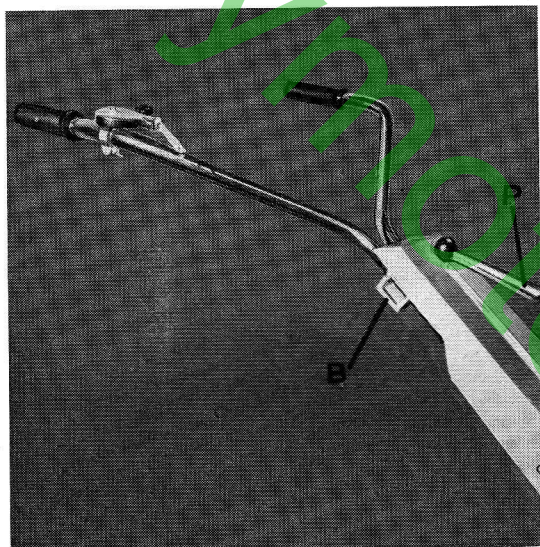

Fig. 5
- Placer la manette des gaz sur le mancheron droit du guidon et la fixer à l'aide du collier livré à cet effet. Il est conseillé de ne pas toucher au réglage préalablement effectué en usine lorsque vous déroulez la commande de gaz et que vous la montez sur le mancheron (fig. 5).